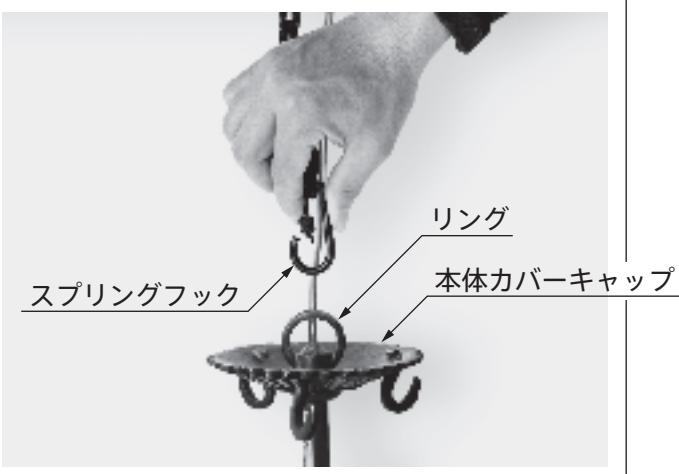

図4
5. ソケットに電球を取付けます。 (図4)
4. ソケットに電球を取付けます。 (図4)